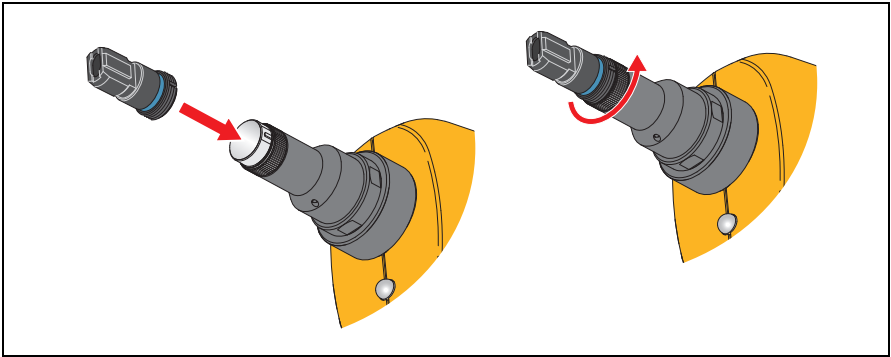

Abbildung 2. Anbringung der MPO-Spitze
1. Richten Sie den Schlitz in der Spitze mit dem Ausrichtungsstift am Ende der Sonde aus. Siehe Abbildung 2.